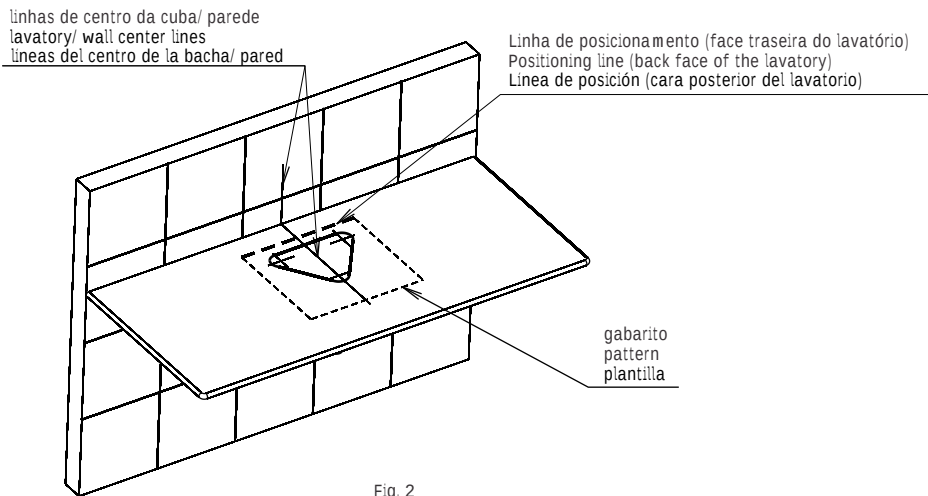

Fig. 2
- 2 Recortar o gabarito e posiciona-lo sobre o tampo e fazer coincidir sua linha de centro com a linha traçada na parede fig. 2, considerando a torneira e o sifão que serão utilizados, cortar o tampo conforme o gabarito.
Cut out the pattern and place it over the countertop and align its center line with the line drawn on the wall according fig.2, considering the tap and siphon that will be used.
Recortar el esquema y superponerlo en la tapa, haciendo coincidir la línea del centro con la línea trazada en la pared, de acuerdo con la fig.2, considerando la canilla y el sifón que será usado, cortar la tapa según el esquema.